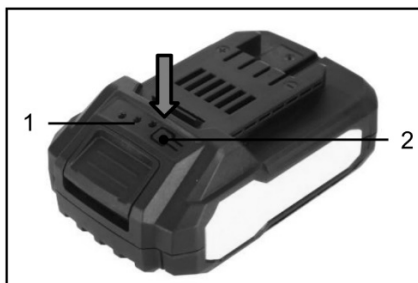

Рисунок 7. Схема перевірки рівня заряду акумуляторної батареї.
– натиснути та утримувати кнопку акумуляторної батареї (2, рис. 7), що розташовується на верхній панелі акумулятора;
– перевірити рівень зарядженості акумулятора: під час утримання кнопки залежно від стану заряду батареї почнуть світитися відповідні індикатори (1, рис. 7).